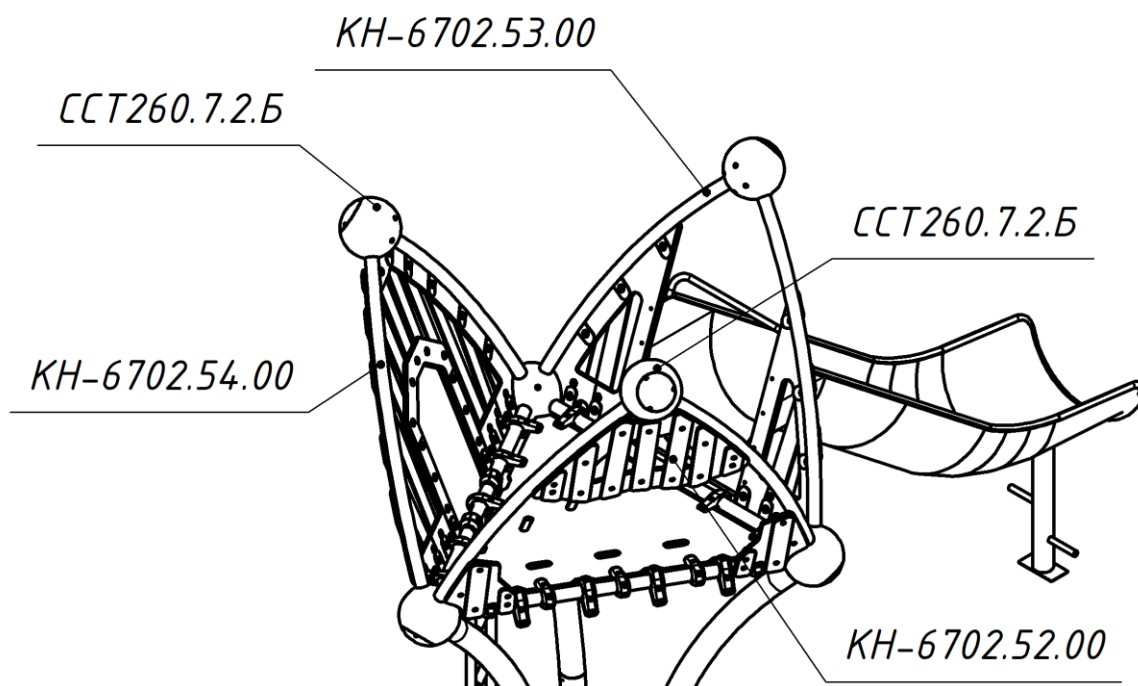

Рис. 10 Схема сборки первого яруса.
24.5. Используя шары «Б» собрать ярус панелей согласно (Рис. 10). Типовое крепление ребра к шару показано на (Рис. 11).